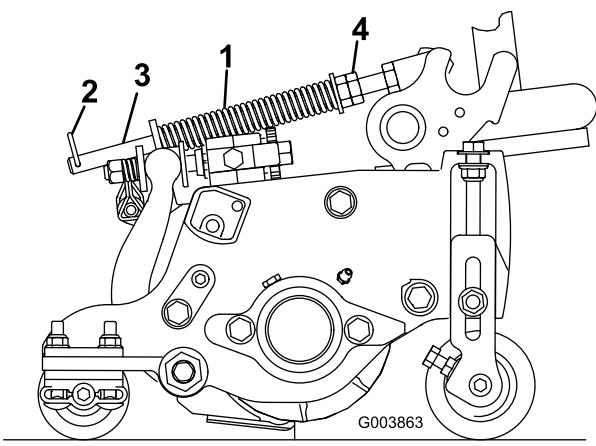

Figura 14
A mola de compensação de relva (Figura 14) transfere peso do cilindro dianteiro para o cilindro traseiro. Isto ajuda a reduzir o efeito ondulado na relva, também conhecido como ondulação ou “bobbing”.
1. Certifique-se de que o contrapino do gancho está instalado no orifício traseiro na haste da mola (Figura 14).
2. Aperte as porcas sextavadas na extremidade dianteira da haste da mola até que o comprimento comprimido da mola seja de 12,7 cm nas unidades de corte Reelmaster 5410 de 12,7 cm ou de 15,9 cm nas unidades de corte Reelmaster 5510 de 17,8 cm; consulte a Figura 14.